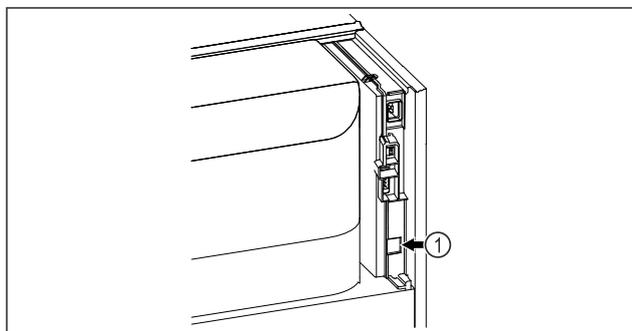

Fig. 179
- SmartModule Fig. 179 (1) установлен.